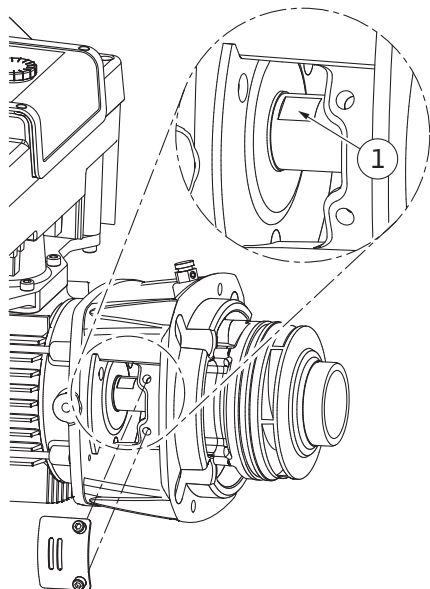

Fig. 106: Méplats sur l'arbre
14. Engager une clé plate (de 22 mm) dans le regard de la lanterne et maintenir l'arbre au niveau des méplats (Fig. 106, pos. 1). Dévisser l'écrou de blocage de roue (Fig. I, pos. 22). La roue (Fig. I, pos. 21) sort automatiquement de l'arbre.
15. Démonter la cale d'épaisseur (Fig. I, pos. 20).
3. Engager une clé plate (de 22 mm) dans le regard de la lanterne et maintenir l'arbre au niveau des méplats (Fig. 106, pos. 1).
10. Engager une clé plate (de 32 mm) dans le regard de la lanterne (Fig. IV, pos. 38) et maintenir l'arbre au niveau des méplats (Fig. 106, pos. 1). Monter la roue avec rondelle(s) et écrou. Serrer l'écrou. Éviter toute détérioration de la garniture mécanique par blocage.
11. Nettoyer la rainure de la lanterne et poser un joint torique neuf (Fig. III, pos. 19).